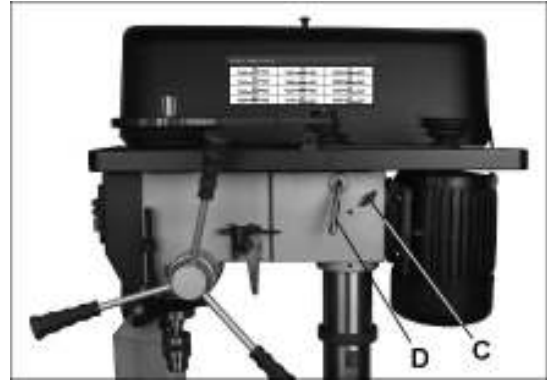

Рис. 8-2: регулировка частоты вращения
2. Ослабьте два барашковых винта (С, Рис. 8-2) с каждой стороны сверлильной бабки.
3. Поворачивайте рукоятку натяжения (D) по часовой стрелке, чтобы придвинуть основание двигателя максимально близко к сверлильной бабке.
5. Для натяжения ремней поворачивайте рукоятку натяжения (D) против часовой стрелки.